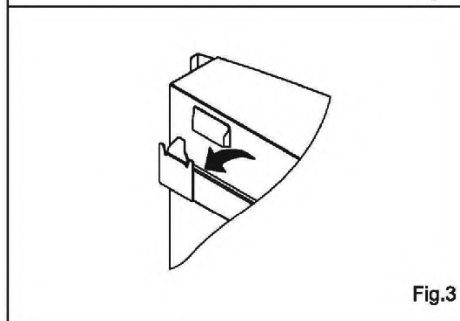

Fig.3
- Ridicați cu grijă încălzitorul, asigurându-vă că cele două fante superioare din spate ale încălzitorului se fixează în suportul de perete (vezi Fig. 3) și că acesta este poziționat central.